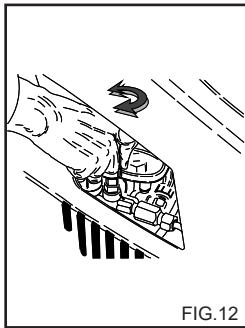

FIG.12
**Dieses Kapitel bezieht sich nur auf die Modelle, die über einen "Druckregulierer" verfügen.** Mit dieser Vorrichtung (Fig.12) kann man den Betriebsdruck regulieren. Wenn man den Drehschalter C entgegen dem Uhrzeigersinn dreht (B) (Minimum) wird der Betriebsdruck verringert. **Man muß in diesem Fall die als Zubehör gelieferte Dampfdüse benutzen.**